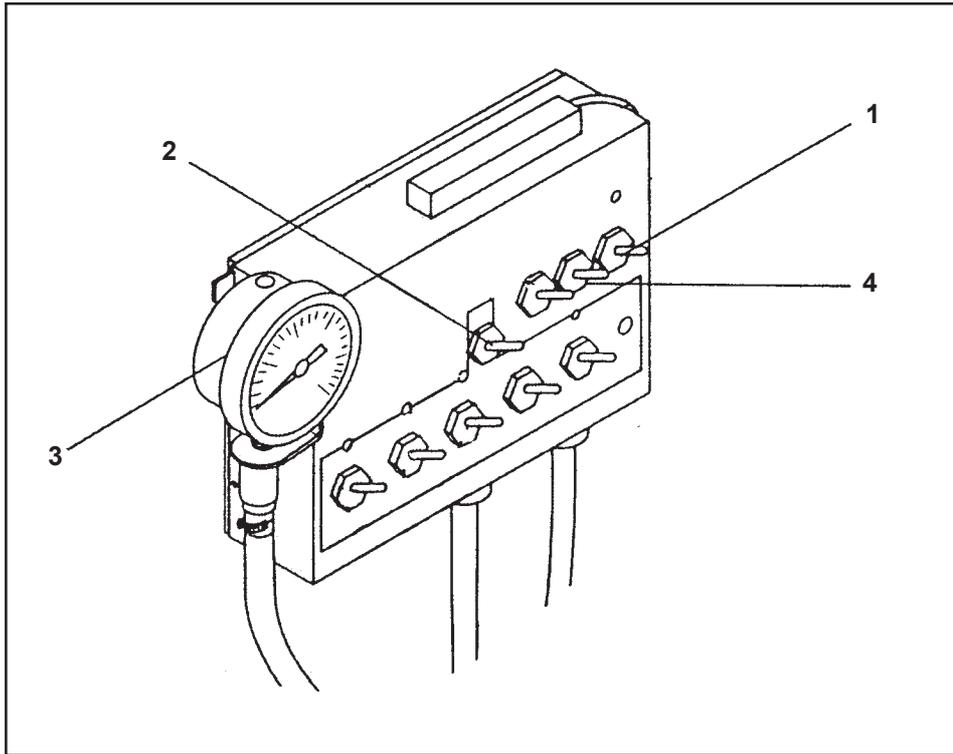
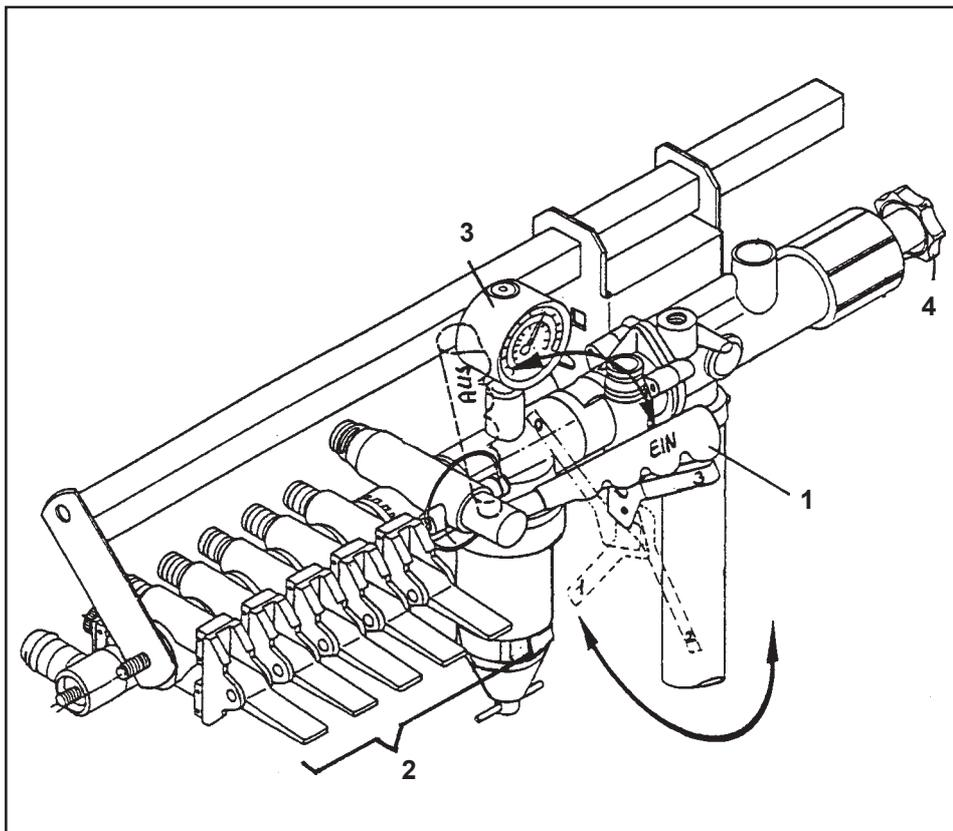

Fig. 6.5
Fig. 6.6
- Ein-/Ausschalter (Fig. 6.5/ 1) für Stromversorgung des Schaltkastens in Position "I" (EIN) (**nur bei Bedienungsarmaturen "elektrisch fernbedient mit Schaltkasten"**).
- Zentralhahn (Fig. 6.6/ 1) (EIN) und Dosierhähne (Fig. 6.6/ 2) schließen (**nur Bedienungsarmatur handbedient**) bzw. Schalter (Fig. 6.5/ 2) für zentrale Spritzgestängeein- und -ausschaltung in Position "0" (AUS) (**nur Bedienungsarmaturen "elektrisch fernbedient mit Schaltkasten"**).
- Einstellen des aus der Spritztabelle entnommenen Spritzdruckes an der Spritzdruckanzeige (Fig. 6.5/ 3 bzw. 6.6/ 3) über den Sterngriff (Fig. 6.6/ 4) bzw. den ±Taster (Fig. 6.5/ 4).